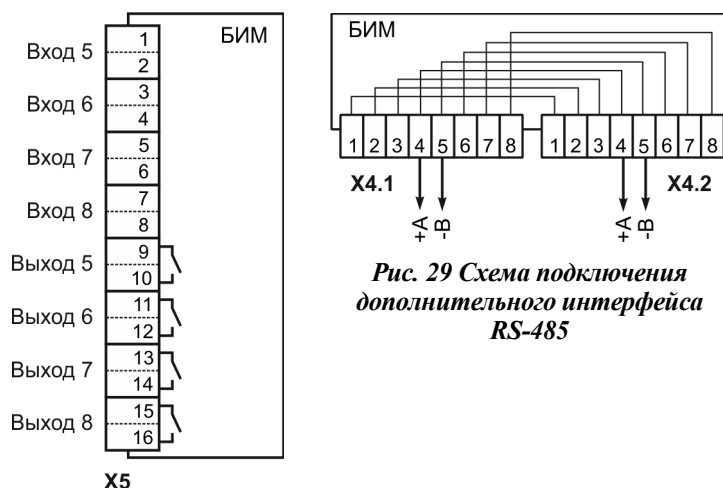

Рис. 28 Схема подключения дополнительных дискретных каналов
- Каналы дискретного расширителя назначаются в соответствии рис. 28.